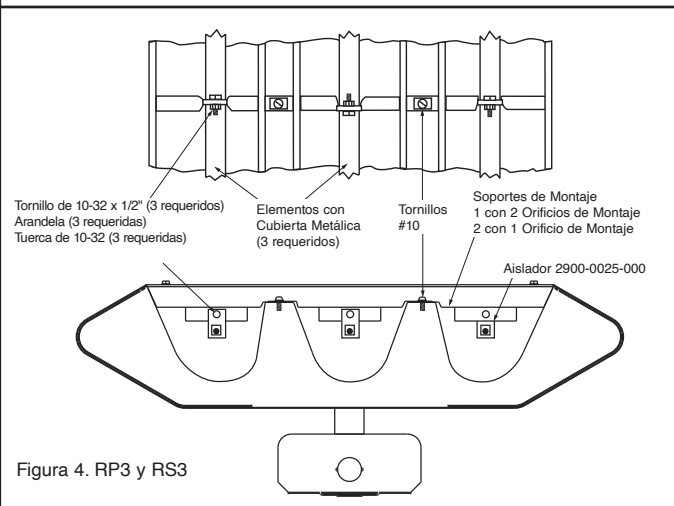

Figura 4. RP3 y RS3
Con un (1) elemento sujetado al terminal, deslice el aislador sobre el elemento con cubierta metálica y sujete el extremo opuesto del elemento. Complete el ensamblaje según se muestra en la Figura 4 utilizando el soporte con un (1) orificio de montaje en el elemento exterior, y utilizando el soporte con dos orificios de montaje en el elemento del medio. Deseche los herrajes adicionales y los soportes de montaje. Coloque nuevamente las cubiertas de los terminales.